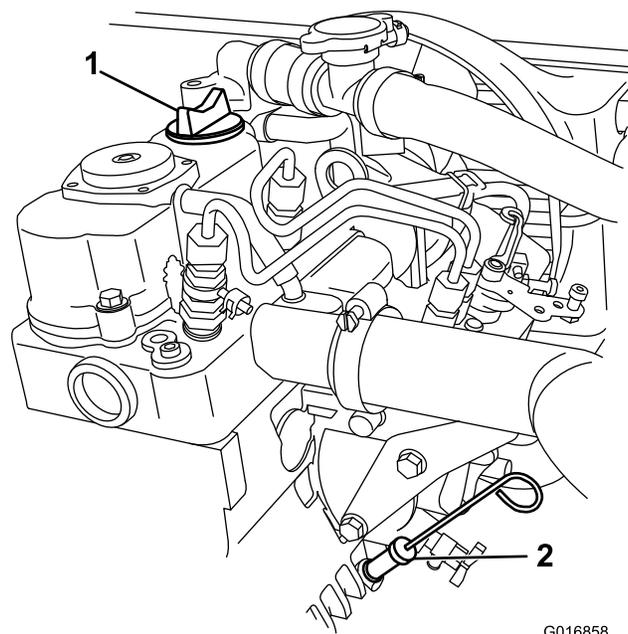

図 9
2. 給油口からごみが入ってエンジンを傷つけないように、ディップスティック（図 9）の周囲をウェスできれいに拭く。